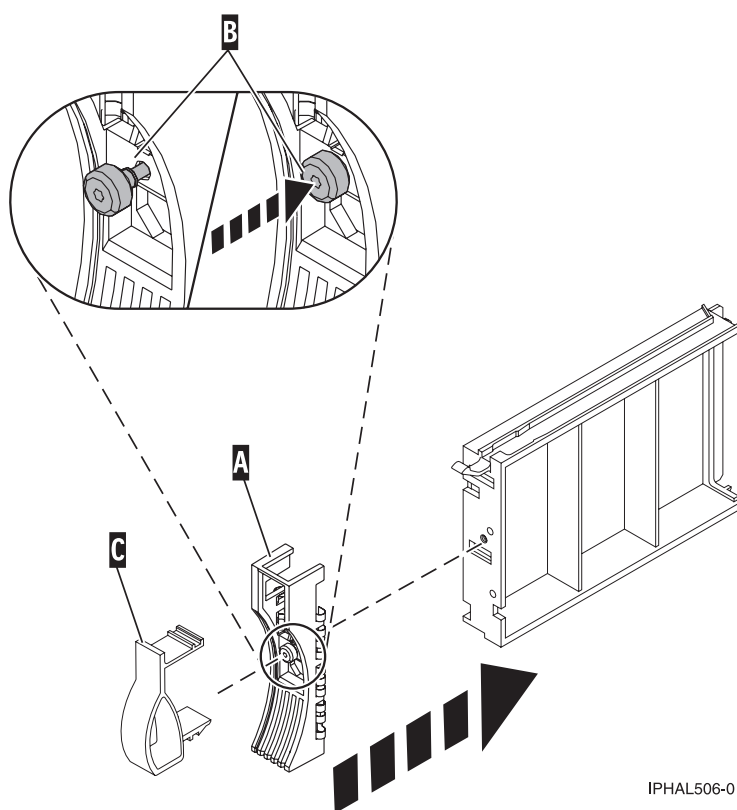

Figura 50. Instalación de una placa frontal en un panel de relleno de unidad de disco
3. Instale la pieza de cierre de la placa frontal (**C**) en la parte anterior de la unidad de disco o panel de relleno, tal como se muestra en la Figura 50.